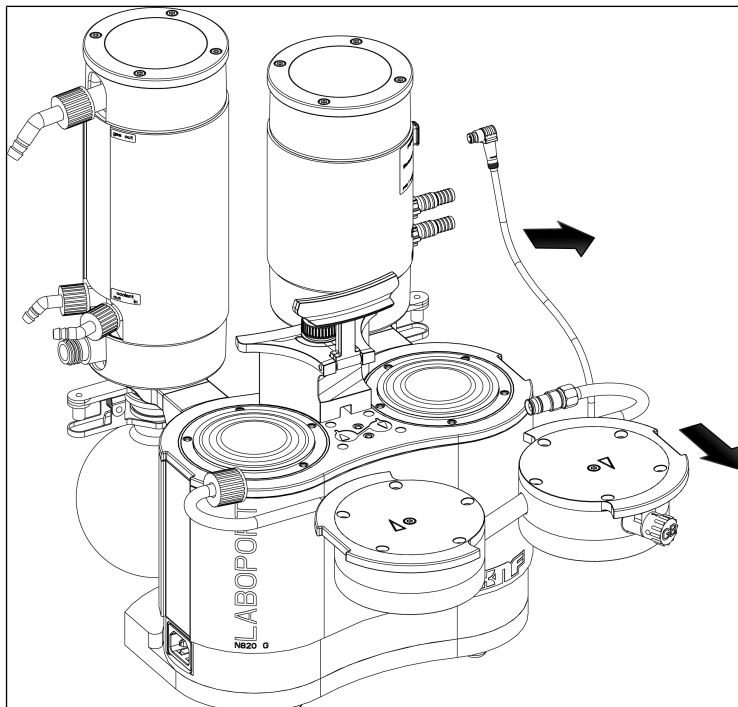

Fig.27: Prelievo delle teste della pompa
3. Prelevare con cautela le teste della pompa in direzione laterale (vedere Fig. 27).